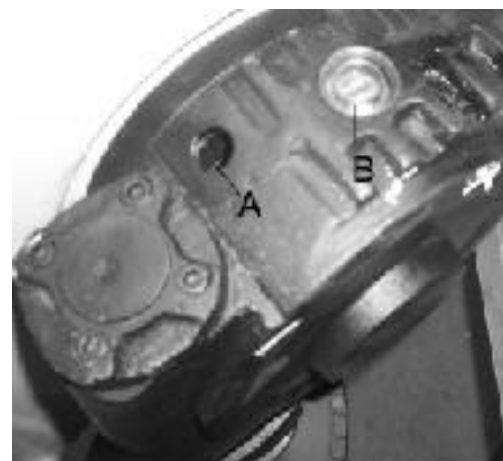

Fig.25
6. Открутите гайку сапуна (В) на рис. 25.
7. Залейте масло в коробку передач через масляное отверстие Рис. 25 так, чтобы уровень масла в масляном окошке составлял 1/3. Затем затените гайку сапуна (В).